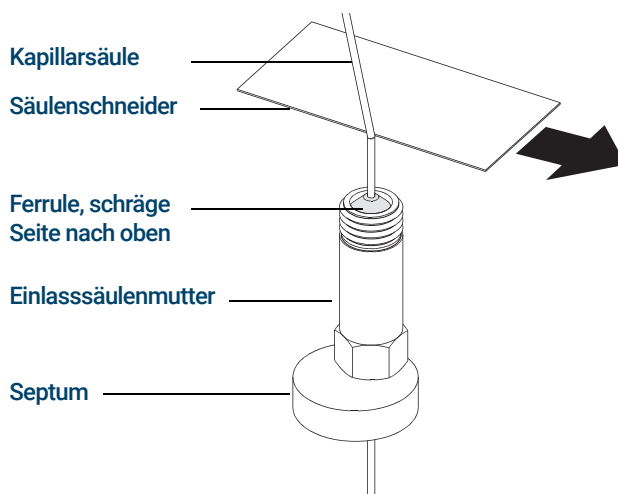

Abbildung 3. Vorbereiten einer Kapillarsäule für die Installation
- 2 Tragen Sie saubere Handschuhe und drücken Sie die Säule durch das Septum (dies erfordert etwas Druck). Dann schieben Sie die Säulenmutter und die konditionierte Ferrule auf das freie Ende der Säule. (Siehe **Abbildung 3.**) Das abgeschrägte Ende der Ferrule muss von der Säulenmutter weg zeigen.